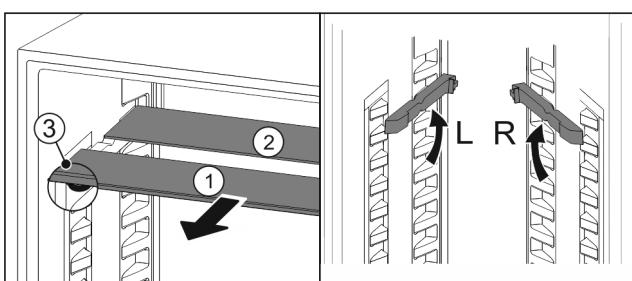

Fig. 17
- Посуньте Fig. 17(1) скляну панель вперед.
- Скляна панель Fig. 17 (1) з декоративною планкою лежить спереду.
- Стопори Fig. 17 (3) показують вниз.